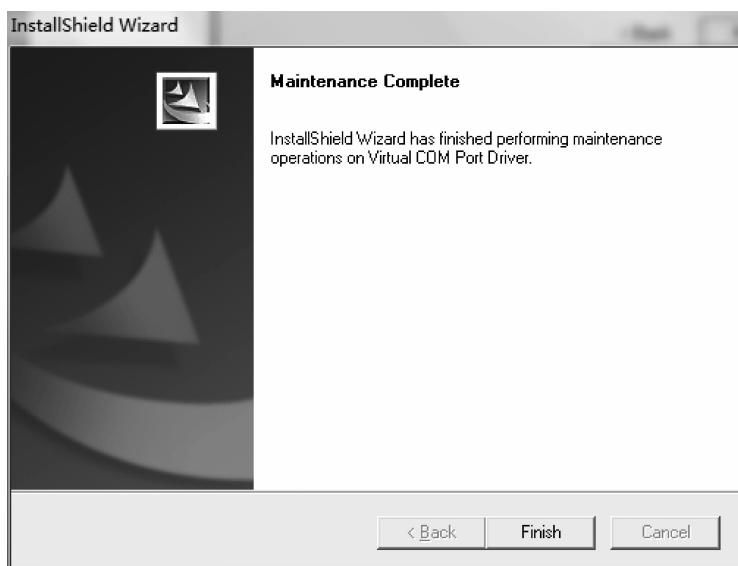

图 1.26 完成安装
(5) 单击 Finish 按钮,完成安装,如图 1.26 所示。
(6) 将配置软件 Config_Tool.exe 放在计算机任意盘符即可。